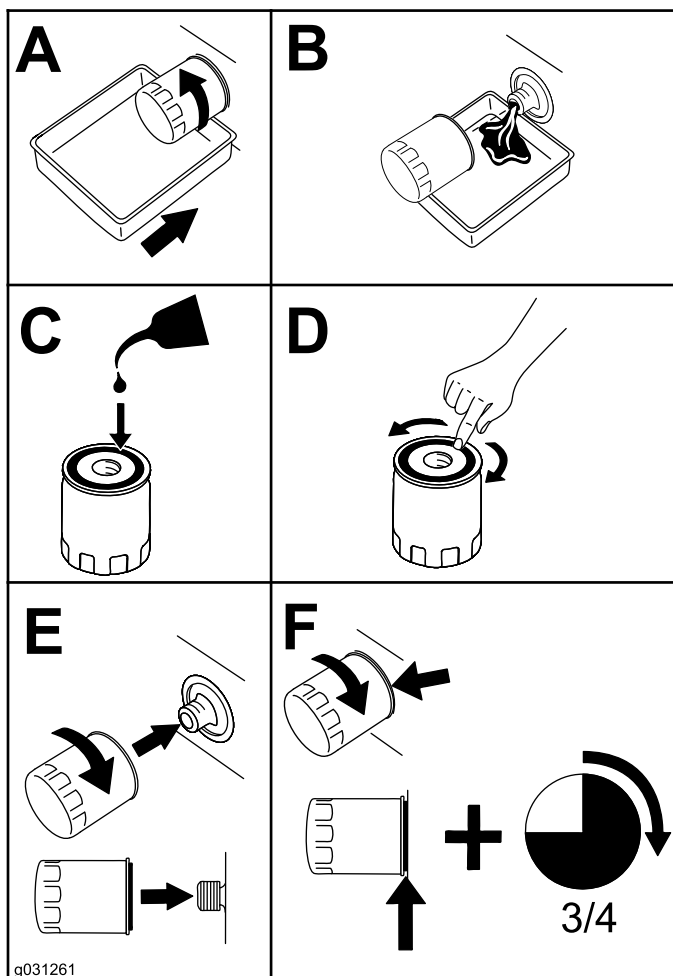

Figura 54
4. Înlocuiește filtrul de ulei de motor conform indicațiilor din Figura 54.